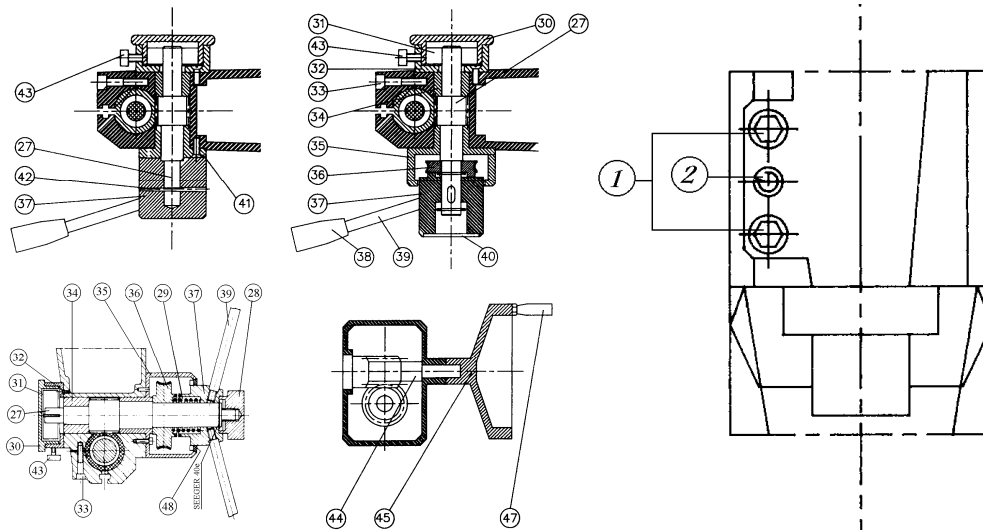

FIG.2
- 3.2 REGLAGE DU RESSORT DE RAPPEL DE BROCHE FIGURE 2
- 3.3 REGLAGE DU JEU DE FOURREAU FIGURE 2
- 3.4 DESCENTE LENTE FIGURE 2
3.2 REGLAGE DU RESSORT DE RAPPEL DE BROCHE FIGURE 2
La perceuse est livrée avec la broche contrebalancée par un ressort à spirale d'Archimède. Pour régler ce ressort desserrer la vis (43) figure 2 d'une main en tenant le couvercle (30) figure 2 de l'autre main ; faire ensuite tourner le couvercle dans le sens qui convient pour tendre plus ou moins le ressort puis serrer de nouveau la vis (43).
3.3 REGLAGE DU JEU DE FOURREAU FIGURE 2
3.4 DESCENTE LENTE FIGURE 2